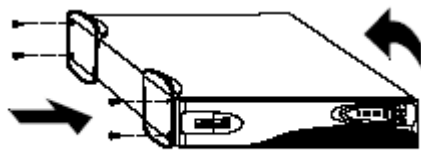

Figure 5. Installing the UPS Pedestals
1. USV-Einheit waagrecht so hinlegen, dass die linke Seite zugänglich ist (siehe Abb. 5).